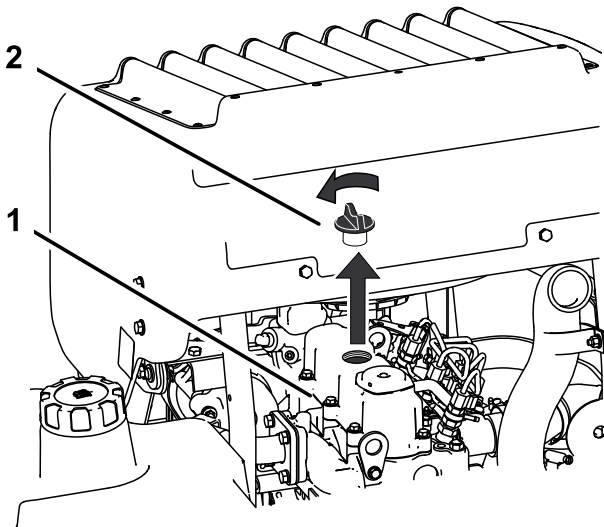

Figura 49
6. Retire el tapón de llenado de aceite de la parte superior del motor (Figura 49). Esto facilitará el vaciado del aceite.
2. Retire el tapón de llenado y la varilla (Figura 49).